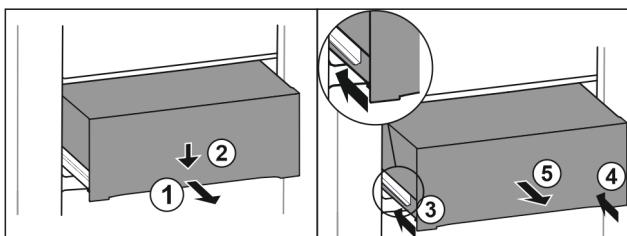

Fig. 88
- ▶ Predal izvlecite do polovice. Fig. 88 (1)
- ▶ Predal na sprednji strani potisnite navzdol. Fig. 88 (2)
- ▶ Levo vodilo potisnite približno 2 cm noter. Fig. 88 (3)
- ▶ Desno vodilo potisnite približno 2 cm noter. Fig. 88 (4)
- ▶ Predal vzmete ven v smeri naprej. Fig. 88 (5)